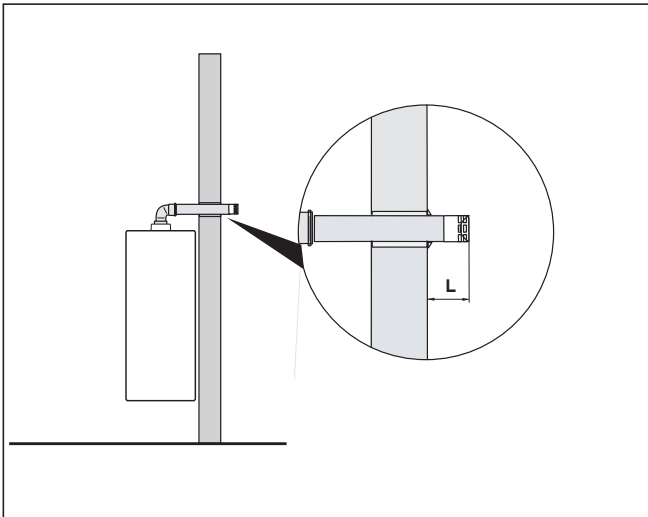

Fig. 5.4 Distanza tra la parete e la protezione antivento con l'esempio del passante a tetto orizzontale
- Per assicurare un corretto funzionamento dell'apparecchio, nell'installazione attenersi strettamente alla misura $L = 135 \text{ mm}$ (fig. 5.4).